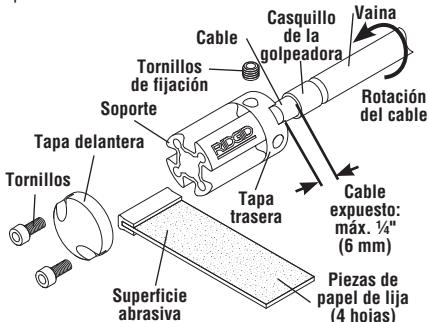

Figura 1 – Accesorio lijador FlexShaft de RIDGID®
Los accesorios lijadores para máquinas FlexShaft de RIDGID® se usan para la limpieza final de las paredes de tubos (por ejemplo, antes de revestirlos), o para finalizar la rehabilitación de tubos y laterales después del revestimiento (Figura 1).
- Extraiga los dos tornillos de la tapa delantera y quite la tapa. (Vea la Figura 1.)